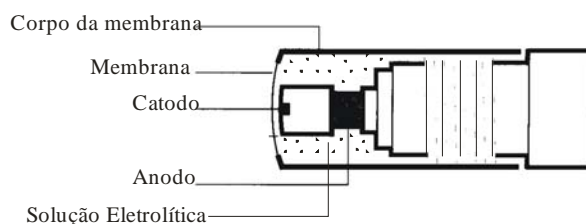

Figura 4. Esquema de um sensor de OD.
A Figura 4 apresenta um esquema de um sensor de OD. A limpeza mensal do sensor de OD deverá ser feita na membrana, no cátodo e no ânodo. A membrana do sensor de OD é constituída de um material plástico muito frágil, portanto sua limpeza requer cuidados. Após a limpeza da membrana, deverá colocar a solução eletrolítica dentro da capa da membrana.
2. Lavar a ponta do sensor de OD (ânodo e cátodo - Figura 4) com água corrente.
1. Friccionar levemente o ânodo (Figura 4) com pasta de areia fina ou uma lixa fina.